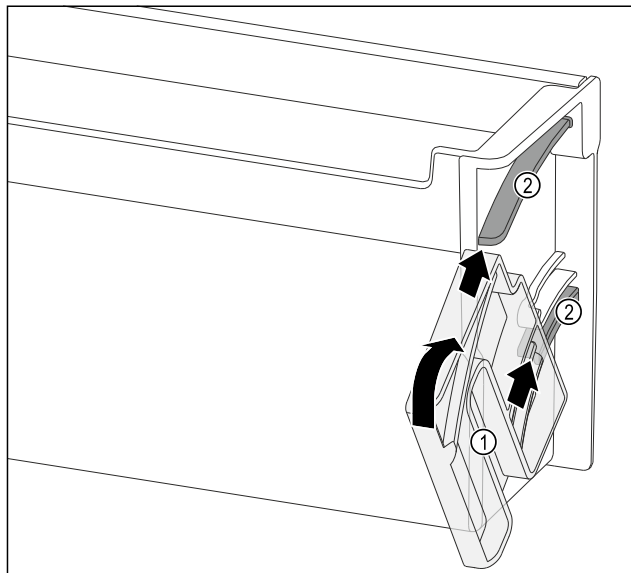

Fig. 145
- Positionner l'unité de rotation Fig. 145 (1) de manière à placer les évidements exactement en face des canaux de guidage Fig. 145 (2) du balconnet de contre-porte.
- Tourner l'unité de rotation Fig. 145 (1) dans le sens indiqué.